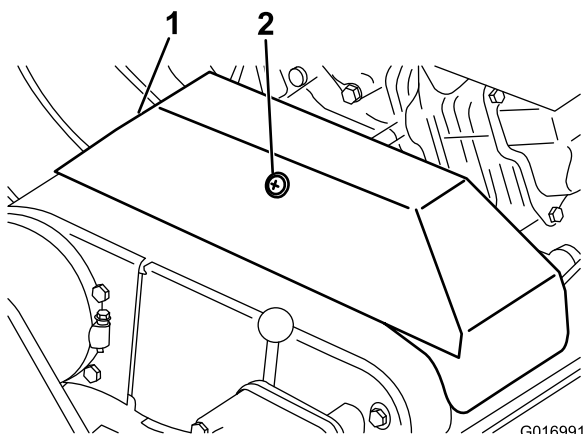

Figura 36
3. Allentate l'ancoraggio di fissaggio del paracinghia della cinghia trapezoidale, e girate il paracinghia per aprirlo (Figura 36).